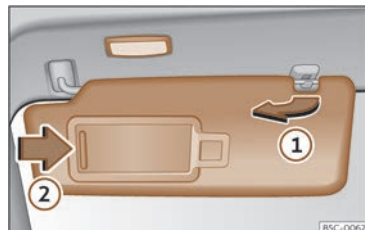

Abb. 108 Sonnenblende.
- Die Sonnenblende kann aus der Befestigung entnommen und zur Tür gedreht werden >>> (Abb. 108) ①.